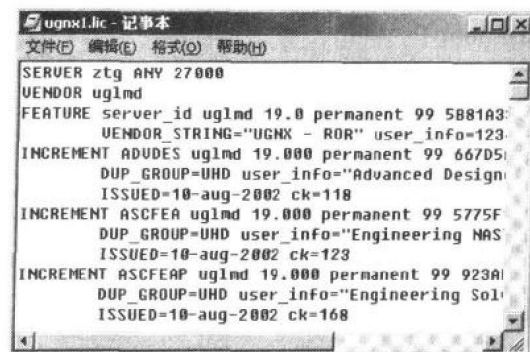

图 1.5 更改 ugnx1.lic 的计算机名
(3) 将“ugnx1.lic”文件第一行中的<NAME>用抄下的计算机名称替换。例如计算机名为 ztg, 将原来的 SERVER <NAME> ANY 27 000 改为如图 1.5 所示的 SERVER ztg ANY 27000, 改好后存入硬盘备用。